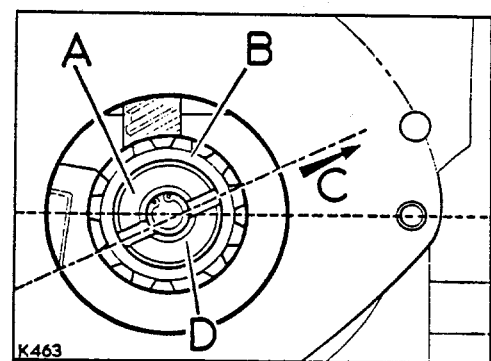

Abb. A1-63. Verbindungsstück einsetzen
8. Den Verteiler mit dem Verteilerläufer in der Zündstellung für den 1. Zylinder im Motor einstecken. Mit der nach hinten gerichteten Unterdruckzündverstellung sollte das schmale Segment der Verteilerwelle gegen die rechte Motorenseite, und die Nut gegen den 1. Zylinder gerichtet sein. Die Verteilerwelle wird alsdann vorschriftsgemäss im Treibzapfen eingreifen. Siehe Abb. A1-63.